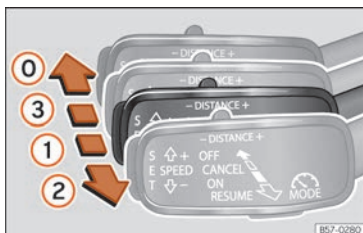

Fig. 238 A sinistra del piantone dello sterzo: terza leva per utilizzare il sistema di regolazione automatica della velocità.
» **fig. 238** o premere il tasto **SET** rispettivamente.
• Per attivare l'ACC, con la terza leva situata in posizione ①, occorre premere il tasto **SET** o collocare la terza leva dell'ACC in posizione ② » **fig. 238**. In questo momento, l'immagine dell'ACC sul display del quadro strumenti passerà alla modalità **Attiva** » **fig. 236**.
Per scollegare l'ACC, collocare la leva in posizione ③ » **fig. 238** fino all'arresto. In questo momento compare il testo **ACC disattivato** e la funzione è completamente disattivata.
Se non si desidera scollegare l'ACC, ma solo disattivarlo temporaneamente (Standby), collocare la terza leva in posizione ③ » **fig. 238** o premere il pedale del freno.